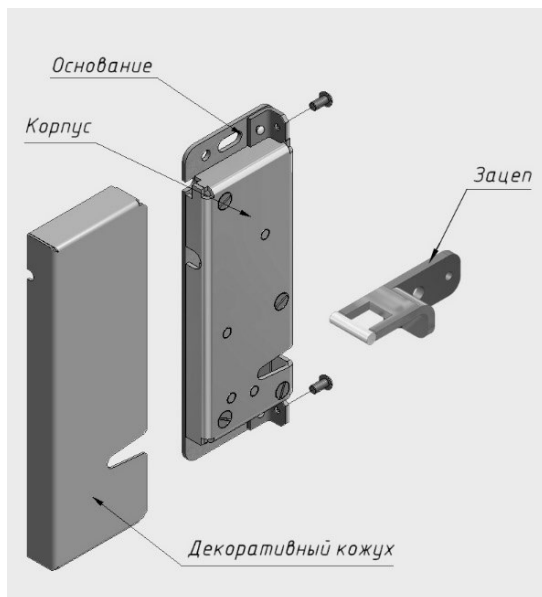

Рисунок 2 – Комплект поставки замка
4.1 Замок состоит из корпусной части и зацепа (рисунок 2). Корпусная часть крепится к дверной коробке, зацеп – к двери.